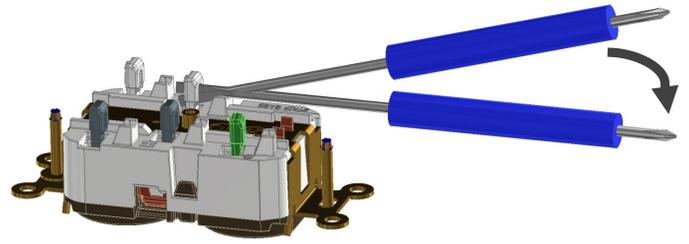

Fig. 4
- Para levantar un émbolo de la posición inferior a la superior, inserte un destornillador en la ranura del émbolo. Usando un destornillador de 1/8" - 3/16" y el punto de palanca provisto, levante el émbolo hasta que esté en la posición hacia arriba – Consulte Fig 4. **NO UTILICE PINZAS PARA TIRAR DE LOS ÉMBOLOS.**